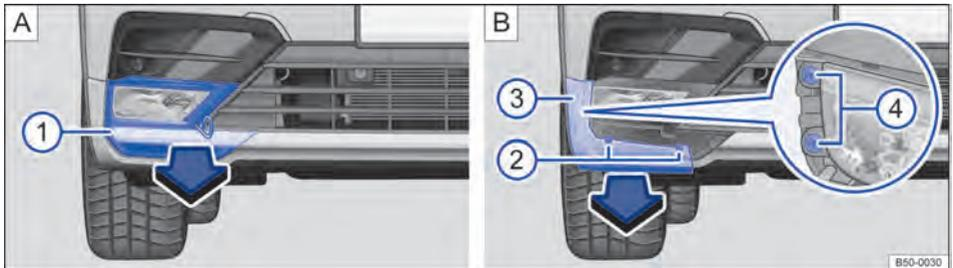

Fig. 199 No para-choque R-Line dianteiro à direita: desinstalar farol de neblina.
3. Prender o gancho extrator na cobertura de baixo do farol de neblina → Fig. 199 A. Retirar a cobertura no sentido da seta para frente → Fig. 199 ① A.
4. Remover dois parafusos de fixação ② B na garnição ③ B com a chave de fenda.
5. Desencaixar o anteparo ③ B e remover no sentido da seta.
6. Remover dois parafusos de fixação no farol de neblina ④ B com a chave de fenda.